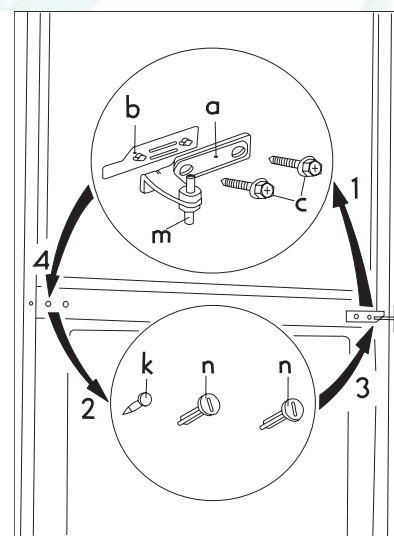

рис.2.
- Откройте двери и демонтируйте двойной держатель двери (a, b) путем вывинчивания и извлечения обоих винтов (c) (рис. 2).
- Извлеките двойной держатель двери (a, b, c) из корпуса холодильника легким покачиванием обеих дверок. Не забудьте вытащить также пластмассовую подкладку (b) под держателем двери (рис. 2).
- Извлеките левые покровные штифты (n, k, 3 шт.) двойного держателя двери и установите их снова на другой стороне (рис. 2).
- Вставьте болт (m) двойного держателя двери в левое отверстие двери морозильной камеры (рис. 2).